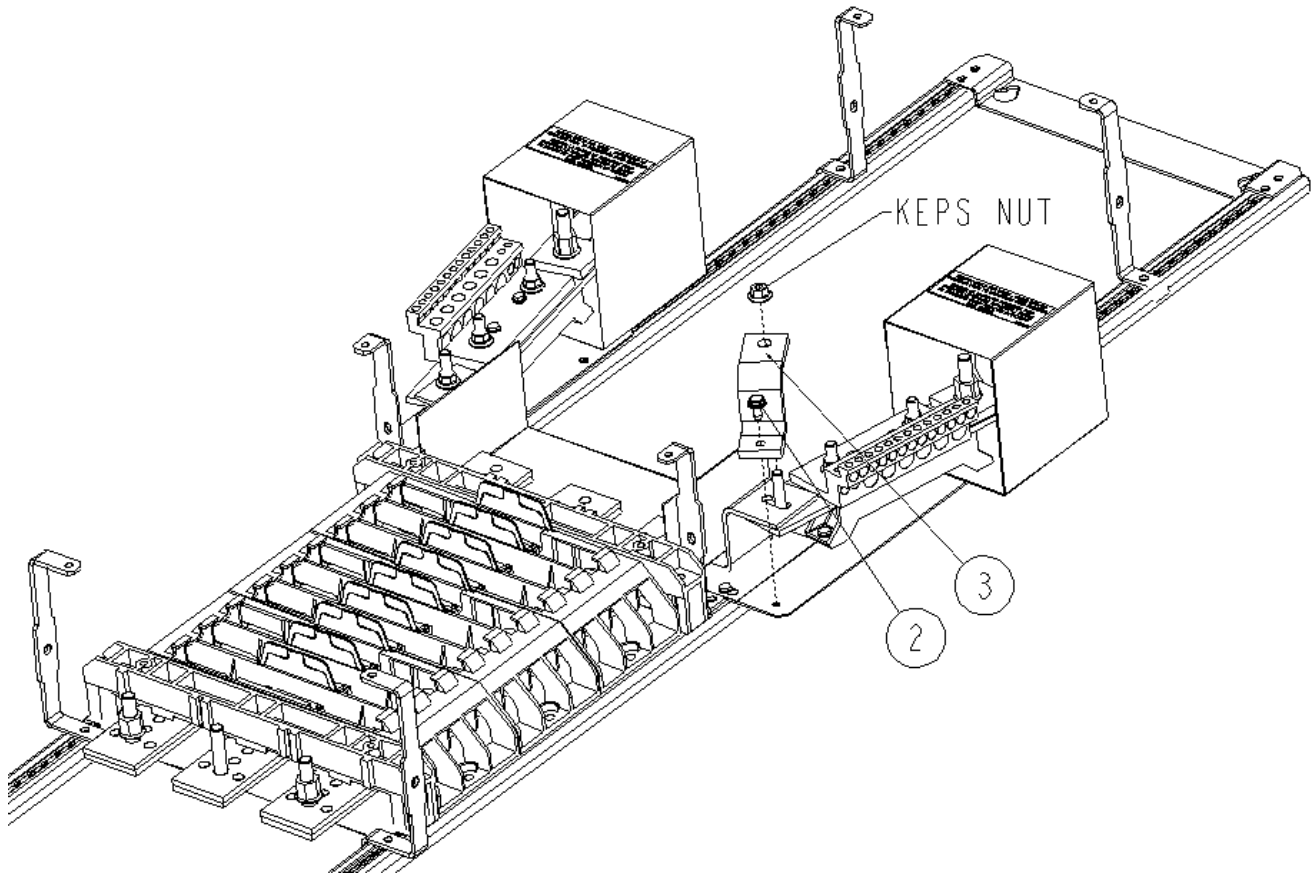

Figure 6. Installation of a new Merchandise neutral bonding strap kit, catalog number BNDKT6, into an Reliagear™ 400A or 600A lighting panelboard.
3. For new kit: Refer fig 6. Remove the nut on the neutral, place the strap [3] attach the strap to the neutral base plate with screw [2]. Replace the nut. Tighten screw and nut to 27-36 lb-in.
3. Pour le nouveau kit: Référez-vous la figure 6. Enlevez l'écrou sur le neutre, placez les [3] attaches de courroie la courroie à l'embase neutre avec la vis [2]. Remplacez l'écrou. Serrez la vis et l'écrou à 27-36 po-lb.
Figure 6. Installation d'un kit de courroie de fixation du neutre nouveau Merchandise, numéro de catalogue BNDKT6, dans un panneau d'éclairage Reliagear™ 400A ou 600A.